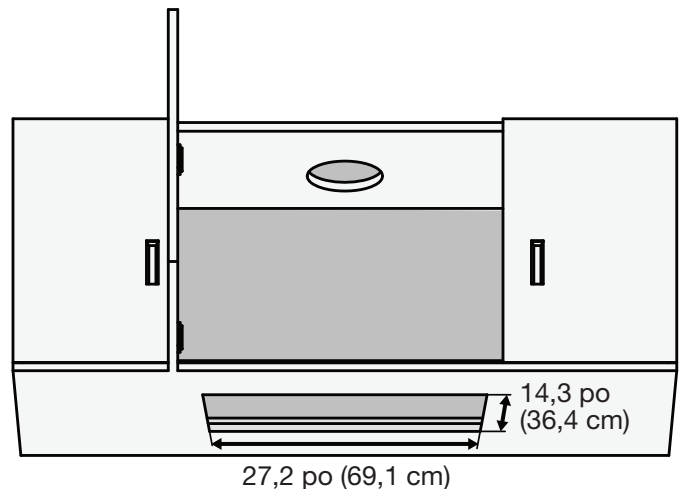

Figure 2
- Taillez une ouverture dans la base de l'armoire en suivant les dimensions indiquées à la figure 2.